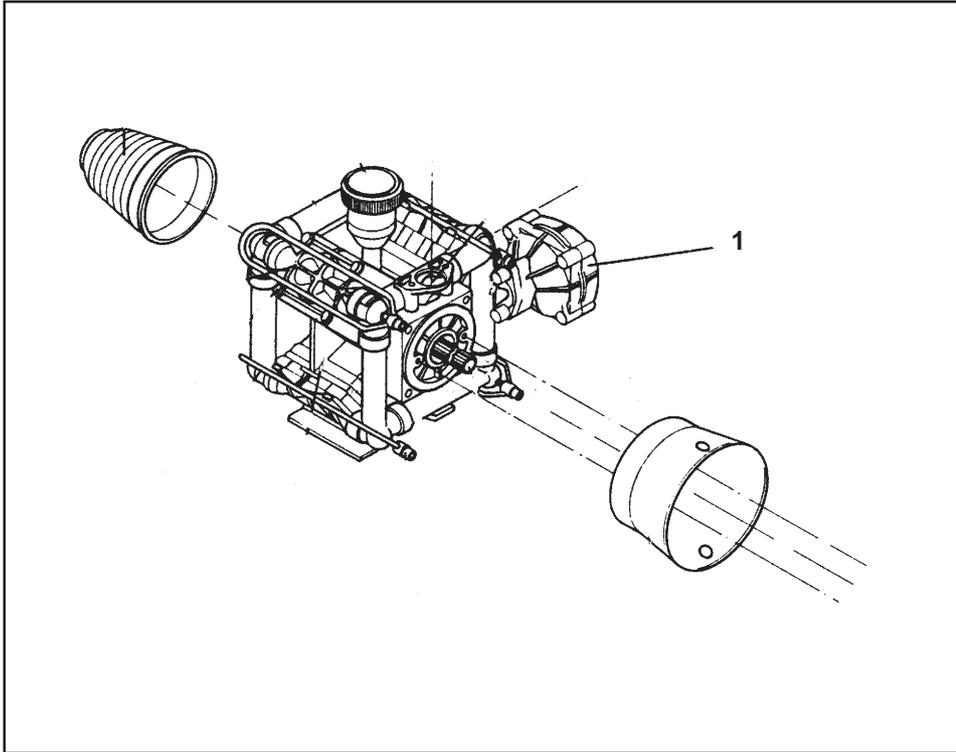
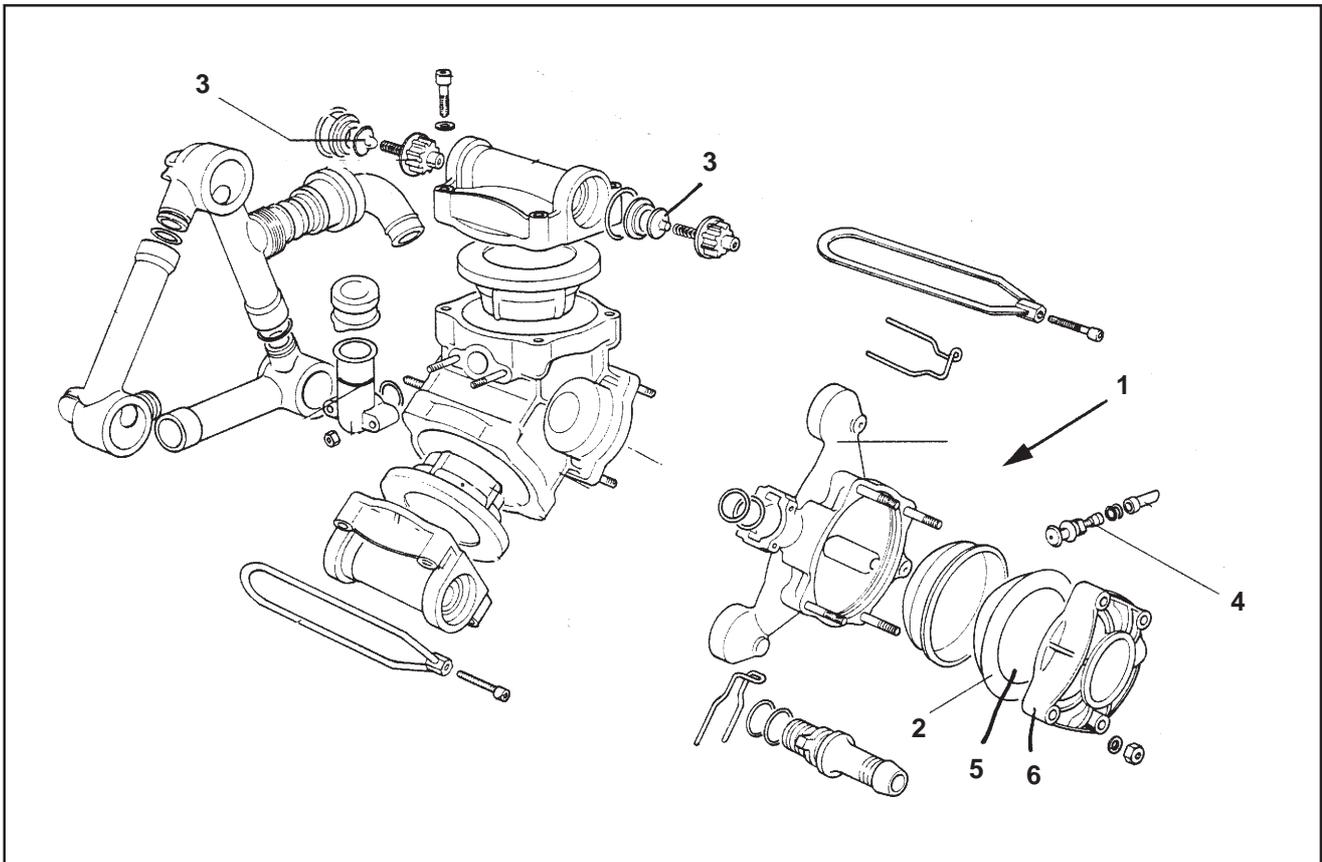

Рис. 9.4
Рис. 9.5
Причинами неравномерной работы насоса являются низкое давление воздуха в ресивере (рис. 9.4/1, 9.5/1) (только у насосов типа ВР 105 или ВР 151), неисправность мембраны накопителя давления (рис.9.5/2) или изношенные и засоренные посторонними телами всасывающие и перепускные клапаны (рис. 9.5/3). Это обнаруживается визуально по колебаниям шланга и стрелки манометра.
Накопитель давления (рис. 9.4/1, 9.5/1) предназначен для необходимого уравнивания давления насоса при поступательных движениях поршней и тем самым для предотвращения пульсации выходного давления.
Контроль за давлением воздуха на клапане (рис.9.5/4) осуществляется с помощью манометра и соответствии с таблицей регулируется следующим образом:
- Вновь проверить давление воздуха, при необходимости внести соответствующие поправки. Если в течение короткого времени давление упадет, это означает, что неисправна мембрана накопителя давления (рис. 9.5/2), и ее необходимо заменить следующим образом:
При установке мембраны следить за тем, чтобы она точно села на свое место, а ее открытая плоскость (рис. 9.5/5) была обращена в сторону крышки накопителя (рис. 9.5/6).
Если признаки толчкообразной работы насоса сохраняются и после проверки давления в накопителе - при исправной мембране - (**возможно только у моделей ВР 105 и ВР 151**) - причиной неисправности являются изношенные или засоренные посторонними телами всасывающий или выпускной клапаны (рис. 9.5/3).